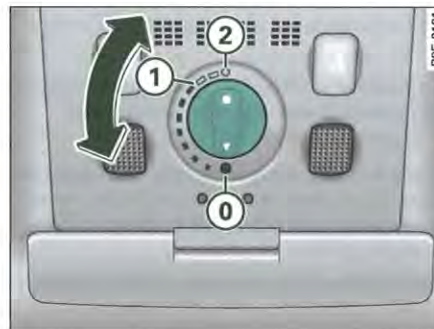

Fig. 59 Vue partielle du pavillon : commande rotative du toit ouvrant/pivotant
Vous pouvez ouvrir et fermer le toit ouvrant/pivotant à l'aide de la commande rotative ⇒ fig. 59. La commande rotative dispose de plusieurs positions d'ouverture et de fermeture ; elle fonctionne uniquement lorsque le contact d'allumage est mis. Seule la position ① de la commande rotative permet d'ouvrir le toit.
- Amenez la commande en position ① ⇒ fig. 59. Elle s'enclenche de manière audible. Le toit s'ouvre maintenant en position confort. Dans cette position, les bruits du vent sont peu importants.
- Tournez la commande en position ① ⇒ page 67, fig. 59 pour refermer le toit ⇒ ⚠.
⇒ page 67, fig. 59.